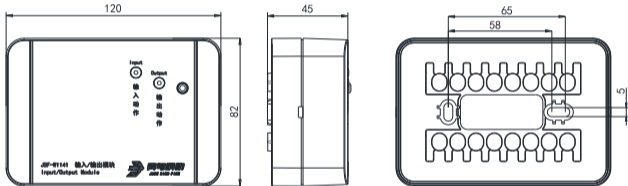

图 1 外形及安装尺寸
- 布线施工后，通过预埋盒或使用膨胀螺栓将底座固定在墙上（使用 M4 螺钉），安装孔距为 60mm，外形及安装尺寸（单位 mm），如图 1 所示。